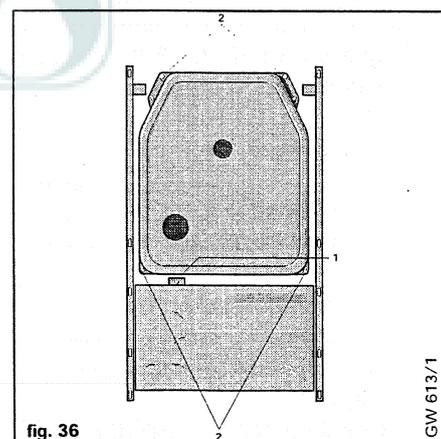

fig. 36
- Levare la parte superiore del mantello (fig.34) e rimuovere il coperchio della camera di combustione togliendo le quattro viti (2, fig.36).